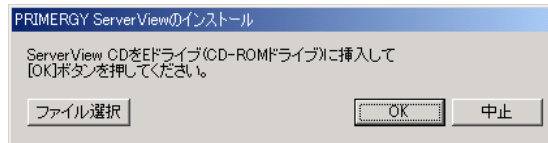

図 3-10 CD 挿入メッセージ
- 6 REMCS エージェントのインストールを開始します。インストールの途中、ServerView CD 等の CD を挿入するようメッセージ(図 3-10)が表示された場合は、該当する CD を挿入してから[OK]ボタンをクリックしてください。